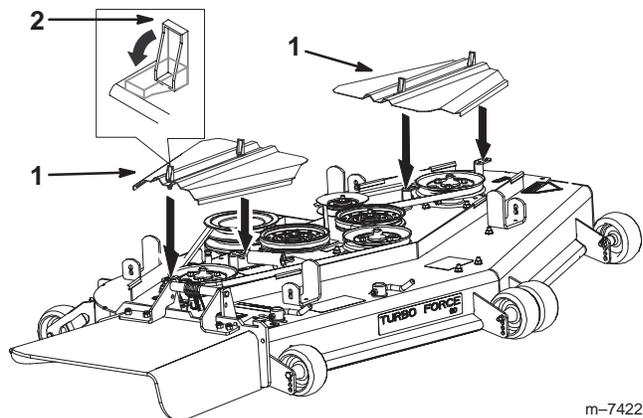

Figure 72
3. Déposez les couvercles des courroies (Fig. 72).
8. Posez et verrouillez les couvercles de la courroie (Fig. 72).